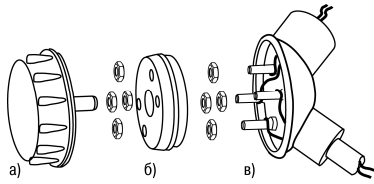

Рисунок 6.1 – Монтаж преобразователя в коммутационной головке первичного датчика
6.1 В соответствии со схемой, приведенной на рисунке 3.1, производится подключение соединительных кабелей источника питания и датчиков к четырем клеммным винтам, запрессованным в корпус коммутационной головки первичных датчиков (см. рисунок 6.1, в). Соединительные кабели закрепляются на винтах четырьмя гайками М4 с использованием нормальных шайб (по ГОСТ 11371-68).
6.2 В корпусе преобразователя расположены четыре сквозных отверстия диаметром 4,5 мм с запрессованными клеммными втулками. Этими отверстиями преобразователь надевается на клеммные винты корпуса коммутационной головки (см. рисунок 6.1). Подключение преобразователя к корпусу коммутационной головки следует выполнять по схемам, приведенным на рисунках 3.1 и 3.3.